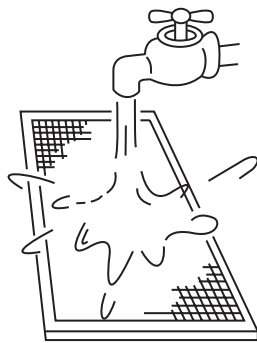

fig. 9-4
- Il lato di ingresso dell'aria deve trovarsi verso il basso quando si usa l'acqua. (Vedi *fig.9-4*)